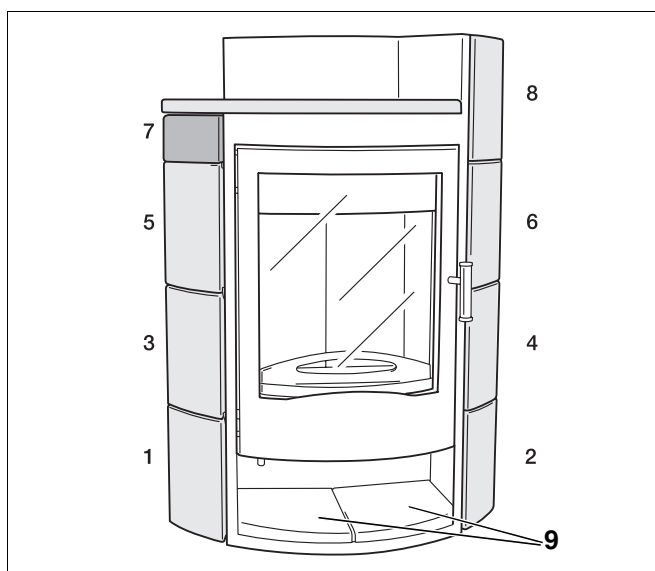

Abb. 14 Positionen der Kacheln
- Beim Einhängen der Kacheln mit Kachel Nummer 1 beginnen (Abb. 14).
- Zwei Holzfachkacheln (Abb. 14, **Pos. 9**) in das Holzfach einlegen.